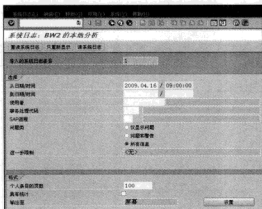

图 4-74 “系统日志分析”界面
STEP 1 在命令栏输入 SM21 命令,进入“系统日志分析”界面,如图 4-74 所示。